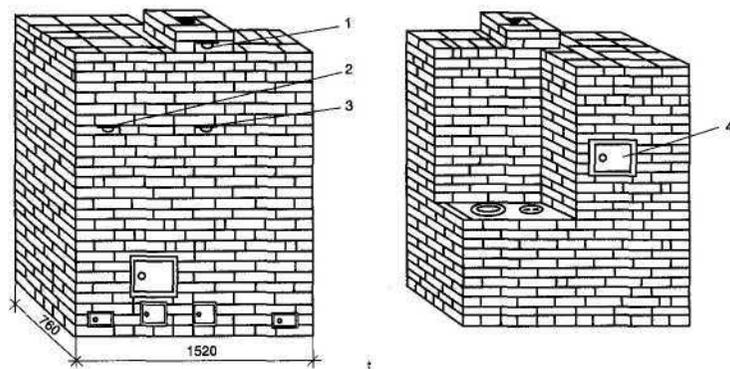

Рис. 17. Каменка с плитой: 1 — 3 — задвижки; 4 — дверца
Внешний вид печи, разрезы и порядовки приведены на рис. 17–19. На разрезах б – б (2) и (3) показаны варианты кладки печи – с опущенной низко плитой и с встроенным водогрейным баком.